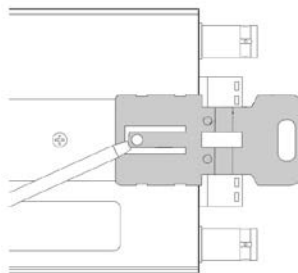

Рис.3.1 Демонтаж крепления
- Поднимите прижимную часть крепежного элемента (рис.3.1);